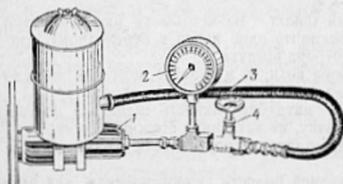

Рис. 77. Схема проверки насоса гидроусилителя:
**Проверка насоса гидроусилителя рулевого привода.** Для проверки установите насос на двигатель, включив в систему манометр и вентиль (рис. 77). Манометр должен иметь шкалу с деле-